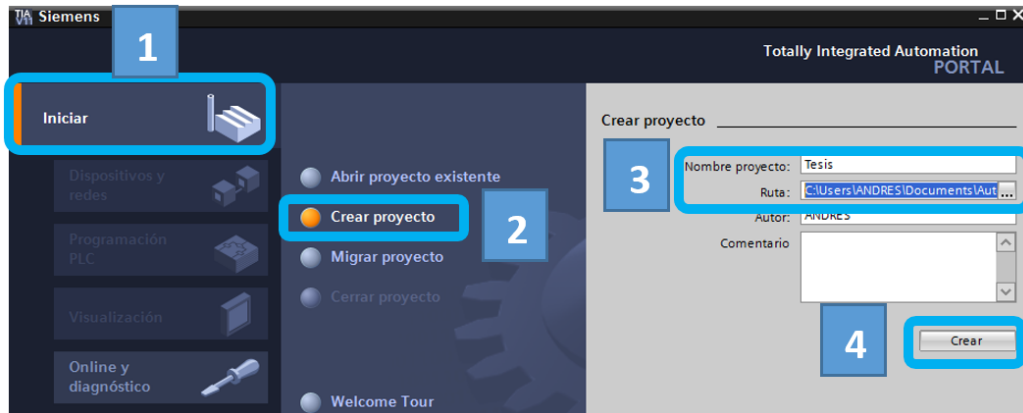

Figura 2.26: Ventana principal de software TIA PORTAL.
2. En la pestaña iniciar dirigirse a Crear proyecto, ahí se debe configurar el nombre del proyecto y la ruta en donde se desea guardar el mismo, y se procede a dar clic en Crear como se indica en la figura 2.26.